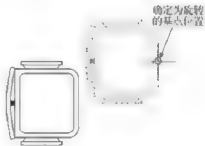

图 4-31
**步骤4:** 在确定为基点的位置处单击, 如图 4-31 所示。出现下一条提示, 提示用户指定选择的角度的选择旋转的其他参数选项。